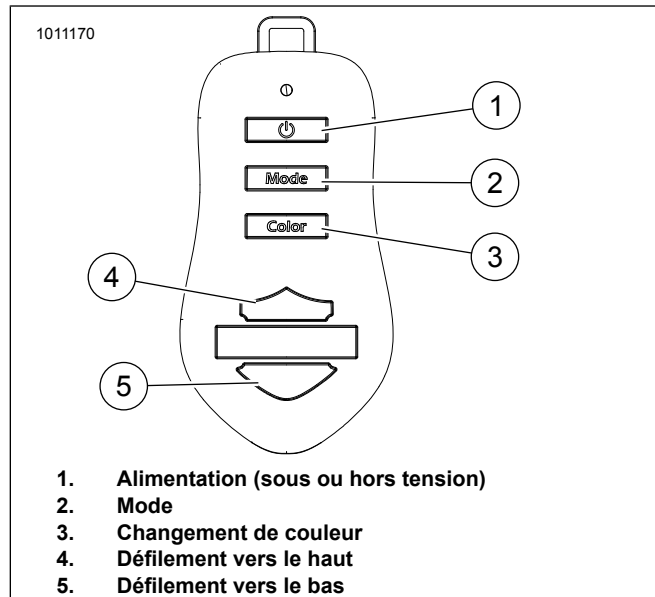

Figure 3. Clé électronique
2. Voir la Figure 3. Appuyer sur le bouton d'alimentation (1) sur la clé électronique.
1. Voir la Figure 3. Appuyer sur le bouton Mode (2) pour basculer entre les trois modes.
- b. Enfoncer le bouton de défilement vers le haut (4) pour augmenter graduellement la vitesse. Maintenir pour augmenter rapidement la vitesse.
- c. Enfoncer le bouton de défilement vers le bas (5) pour augmenter graduellement la vitesse. Maintenir pour diminuer rapidement la vitesse.
1. Voir la Figure 3. Appuyer sur le bouton Modifier la couleur (3) pour faire défiler les zones de couleur et les modifier.